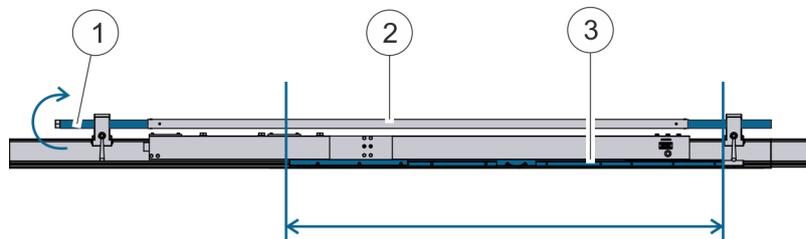

Abb. 9: Einstellspindel drehen
5. ➤ Einstellmaß (Abb. 9/3) durch Drehen der Spindel (Abb. 9/1) genau einstellen.
- ⇒ Die TracFeed® OSS Dilatation (Abb. 9/2) ist bereit für die Montage.